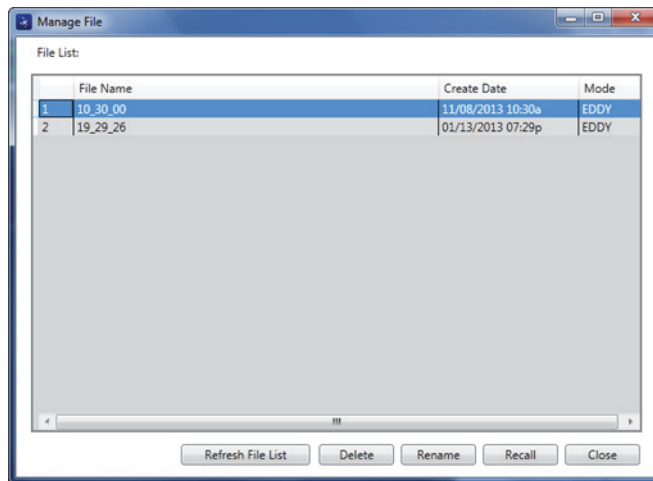

Figura 6-22 Caixa de diálogo Manage File
A caixa de diálogo **Manage File** aparece (veja Figura 6-22 na página 331).
1. Na caixa de diálogo **Manage File**, escolha o arquivo a ser renomeado e, em seguida, clique em **Rename** (veja Figura 6-22 na página 331).
1. Na caixa de diálogo **Manage File**, escolha o arquivo a ser recuperado e, em seguida, clique em **Recall** (veja Figura 6-22 na página 331).
- ◆ Na caixa de diálogo **Manage File**, clique em **Refresh File List** (veja Figura 6-22 na página 331).